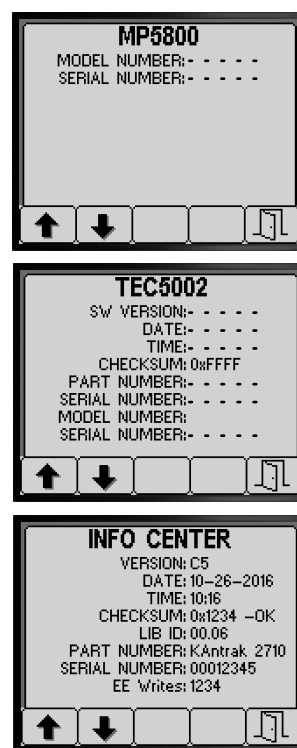

Figura 89
3. Pulse el botón 1 o el botón 2 para desplazarse la pantalla de información de la máquina, la pantalla de información del controlador TEC, o la pantalla de información del InfoCenter (Figura 89).